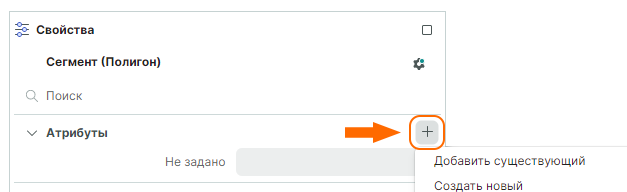

Рис. 493 Способы добавления атрибута
2. Перейдите в панель «Свойства» и в группе «Атрибуты» нажмите кнопку «Добавить атрибут», см. Рис. 493.